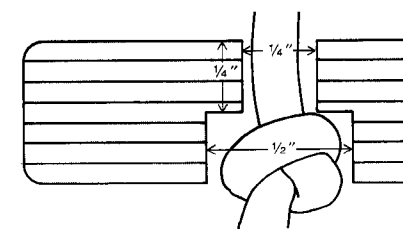

Fig. 3. Le nœud du câble loge dans la partie large inférieure du trou de la base.
Coupez toutes les pièces selon la liste. Arrondissez les coins de l'avant de la base (11). Percez deux trous de 1/4" de diamètre pour le câble, à 6 1/2" des bouts et à 3/4" de la rive frontale (fig. 3).
Passez le câble dans les trous prévus à cet effet et faites des nœuds très solides (fig. 3) dans la partie large inférieure du trou de la base; allez-y par le dessous.